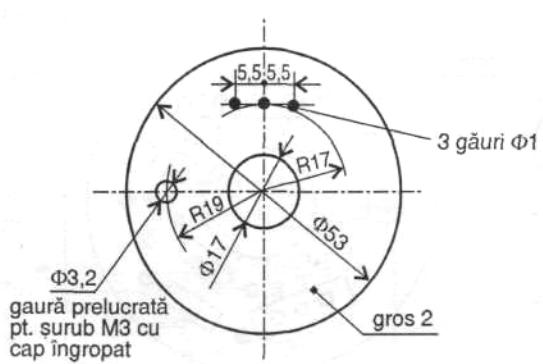

Figura 10
- PLACA CU CIRCUITUL IMPRIMAT (poz. 8) are grosimea de 2 mm si are forma si dimensiunile din **figura 10**.
• Placa circuitului imprimat (poz. 8) are grosimea de 2 mm. Toate cotele de executie prezentate in **figura 10** se vor respecta riguros. Gaura de 3,2 prin care trece surubul M3 pentru fixarea boltului (rep. 7) se va prelucra pentru un surub cu cap ingropat. Prelucrarea se face cu un spiral 5, pe partea placii pe care este circuitul imprimat. Cele trei gauri 1 sunt pentru fixarea senzorului magnetic. Ele